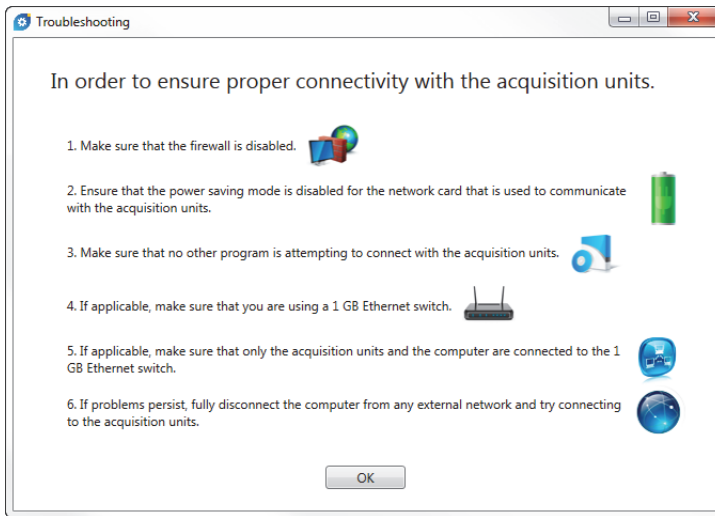

図 1-21 [Troubleshooting] ダイアログボックスの例
- ◆ [Troubleshooting] をクリックして、接続の問題の考えられる原因のリストを表示し、画面上の指示に従います (40 ページの図 1-21)。